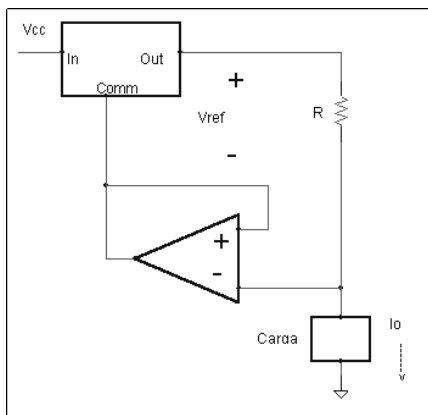

Figura 1
- El circuit de la figura 1 utilitza una referència de 5 V amb una deriva tèrmica de $20 \mu\text{V}/^\circ\text{C}$, i un amplificador operacional d'entrades JFET. a) Obteniu el valor de R per a un corrent de sortida $I_o=10 \text{ mA}$; b) Si l'amplificador operacional té una deriva tèrmica en la seua tensió de desequilibri de $5 \mu\text{V}/^\circ\text{C}$ determineu la deriva tèrmica d' I_o en el cas més desfavorable.